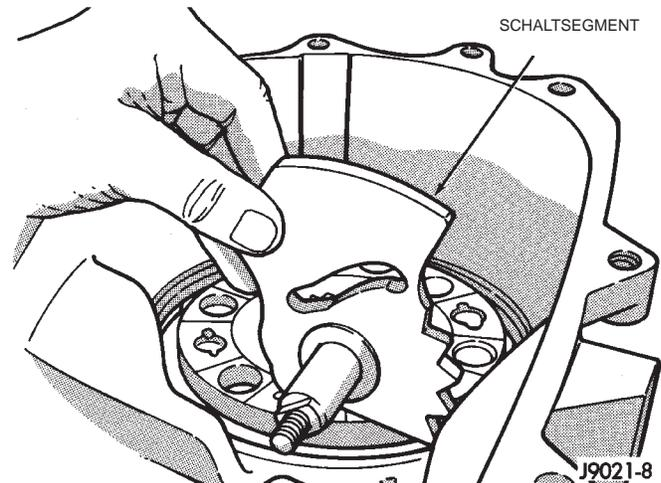

Abb. 61 Schaltsegment einbauen
(2) Das Schaltsegment in das Gehäuse einbauen (Abb. 61). Die Welle des Schaltsegments vor dem Einbau mit Getriebeöl schmieren.